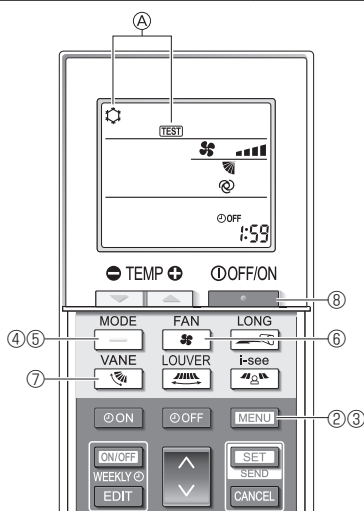

Fig. 8-5
- Drücken Sie Taste **MENU** 5 Sekunden lang. (Fig. 8-5)
Es werden **A**[TEST] und die aktuelle Betriebsart angezeigt. (Fig. 8-5)